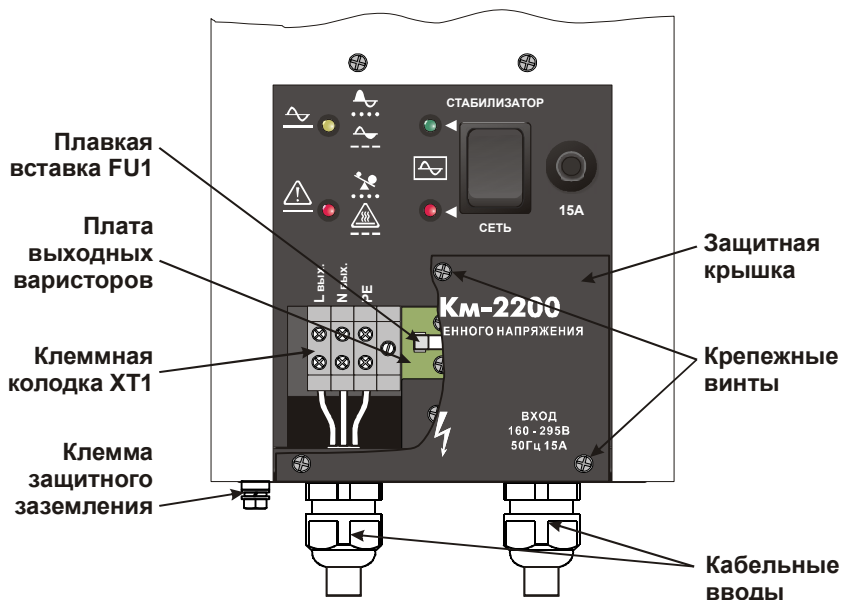

Рисунок 4 – Верхняя панель и органы подключения стабилизатора
10.2.1 Дополнительную защиту выхода стабилизатора от импульсных перенапряжений обеспечивают варисторы (RU6, RU7 согласно схеме на рисунке 2), установленные на плате выходных варисторов (рисунок 4). При питании выхода стабилизатора по обводной цепи и подаче на вход изделия напряжения, превышающего 300 В действующего значения, а так же при подаче напряжения того же уровня на нейтральный проводник относительно защитного проводника РЕ, возможен пробой указанных варисторов. При пробое варисторы, как правило, переходят в короткозамкнутое состояние. Для защиты от развития свехтоков при пробое варисторов, на плате выходных варисторов установлена плавкая вставка FU1, перегорающая в аварийной ситуации.